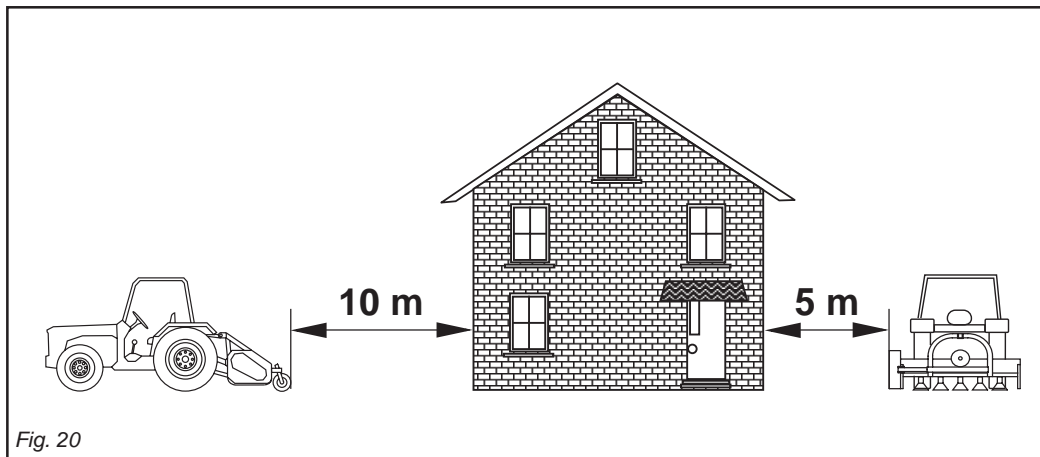

Fig. 20
- *Comply with the safety distances when working near built-up areas or roads (Fig. 20): 5 meters each side, 10 meters at the rear.*
- Lors du travail à proximité des habitations ou des routes, respecter les distances de sécurité (Fig. 20): 5 mètres sur les côtés, 10 mètres à l'arrière.
- Bei der Arbeit in Nähe von Wohnhäusern oder Straßen die Sicherheitsabstände einhalten (Abb. 20): 5 m seitlich, 10 m hinten.
- Trabajando cerca de casas o carreteras respetar las distancias de seguridad (Fig. 20): 5 metros lateralmente, 10 metros posteriormente.